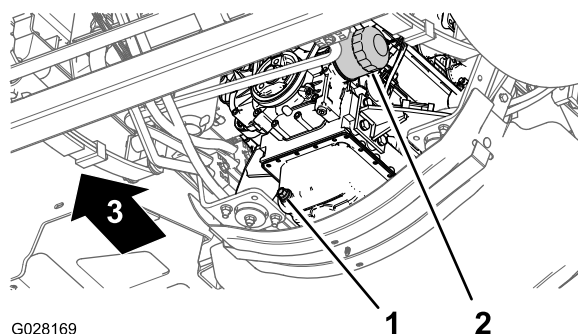

Figura 72
- Allineate una bacinella di spurgo sotto il filtro dell'olio del motore (Figura 72).
- Togliete il vecchio filtro dell'olio (Figura 72).
- Montate il filtro dell'olio nell'adattatore del filtro, giratelo in senso orario finché la guarnizione di gomma non sfiora l'adattatore, quindi serrate il filtro di un altro ½ giro (Figura 72).
1. Allineate una bacinella di spurgo sotto il tappo di spurgo (Figura 72).
2. Rimuovete il tappo di spurgo e lasciate che l'olio venga spurgato completamente (Figura 72).